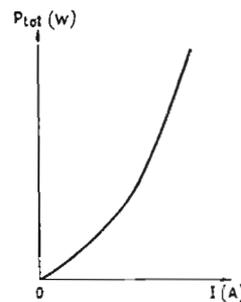
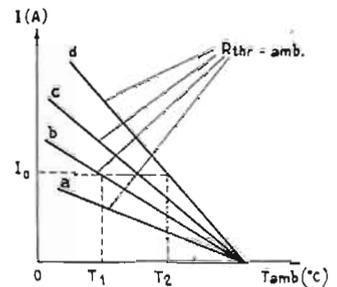

Fig. 3
Fig. 4
a) l'allure des pertes en watts, en fonction du courant selon des courbes comme celle de la figure 3;
b) la température ambiante à ne pas dépasser pour une intensité de courant déterminée et avec une résistance thermique de radiateur, également donnée, selon des graphiques comme celui de la figure 4.
A gauche on donne la courbe des pertes en fonction du courant exigé, comme dans la figure 3. A droite on indique les paramètres de la figure 4 dont l'origine est la température jonction T_j .